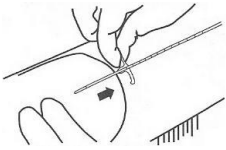

Figura 5
- Remova o introdutor peel away delicadamente do local de implantação, mantendo o cateter em sua posição através da aplicação de uma pressão suave um pouco acima da extremidade distal do introdutor peel away. (Figura 5)